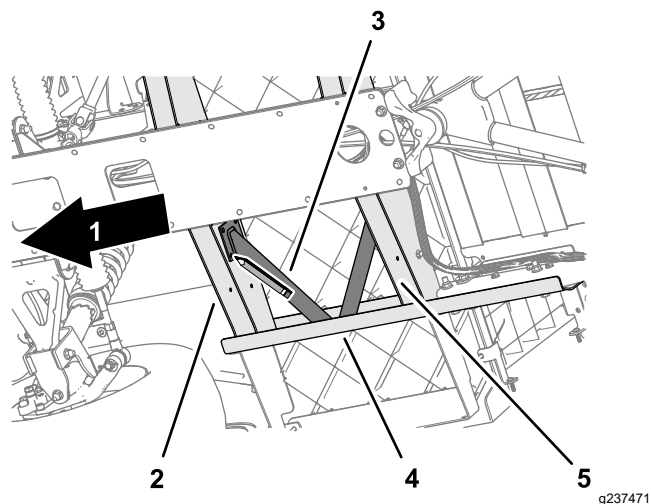
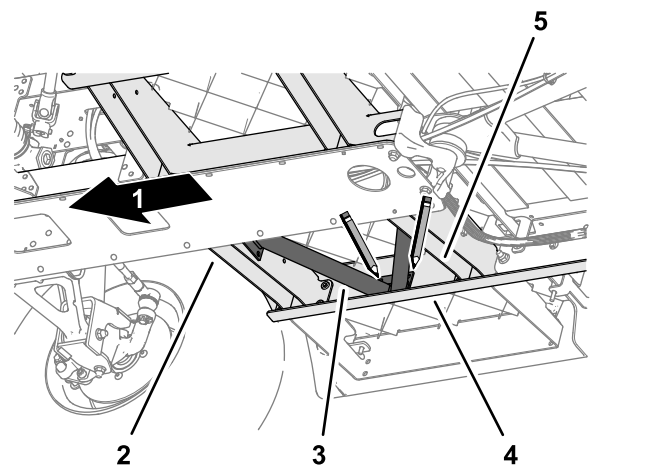
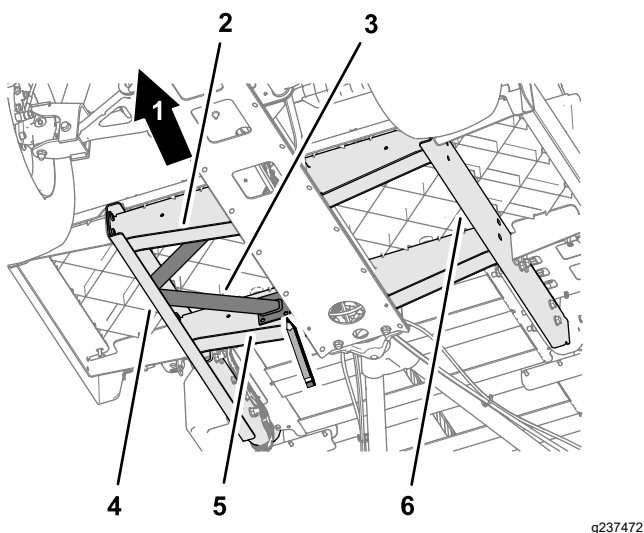

Figura 15
Figura 16
Figura 17
3. Utilizzando l'ancoraggio del pianale come riferimento, segnate le posizioni dei fori sul canale del telaio laterale e i canali del pianale (Figura 15, Figura 16 e Figura 17).
- Allineate le flange dell'ancoraggio del pianale a livello con il canale del telaio laterale, il canale del pianale anteriore e il canale del telaio posteriore della macchina (Figura 15).
- Allineate l'ancoraggio del pianale in modo che sia parallelo al pianale (Figura 15).